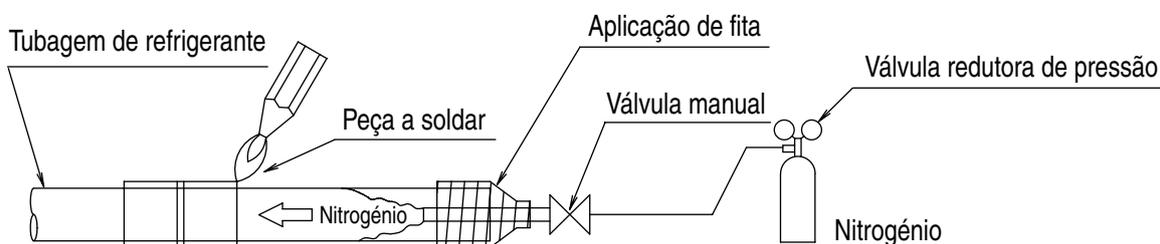

Fig. 15
- Se soldar enquanto introduz nitrogénio na tubagem, o nitrogénio deve ter uma pressão de 0,02 MPa com uma válvula redutora de pressão. **(Consulte a Fig.15)**